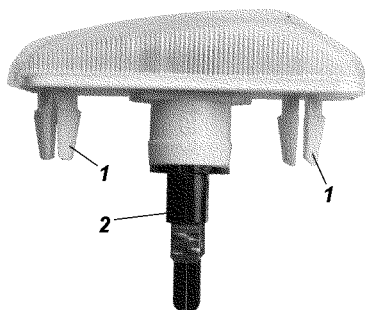

Рис. 9.36. Боковой указатель поворота:
**Боковые указатели поворота** установлены сбоку на передних крыльях. Для замены лампы указателя поворота сожмите фиксаторы 1 (рис.9.36) и снимите указатели поворота с автомобиля, затем выньте патрон 2 с лампой.